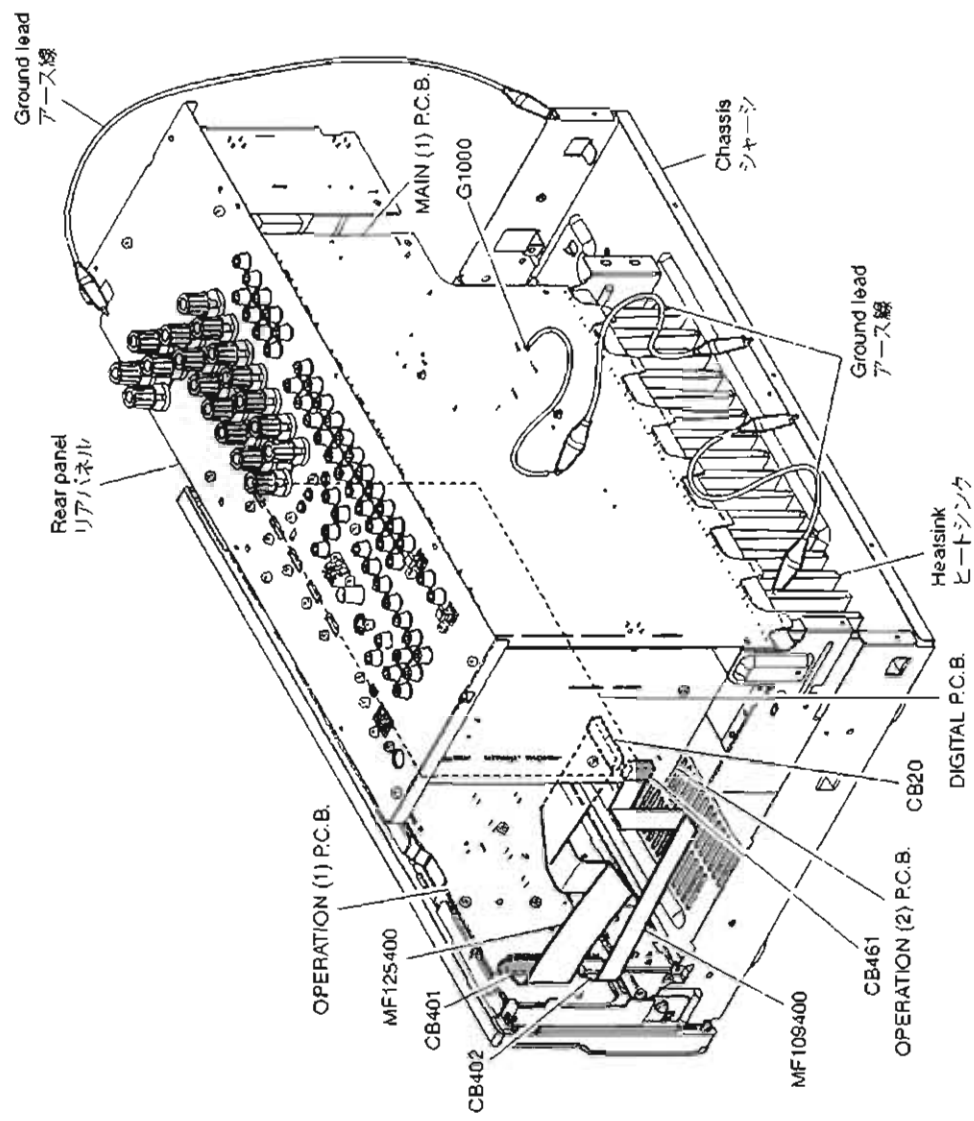

Fig. 3
- Place the P.C.B.s (with rear panel) upright. (Fig. 3)
- Connect the ground points of the heatsink, rear panel and MAIN (1) P.C.B. (G1000) to the chassis with a ground lead or the like (Fig. 3)
- リアパネルと一緒に P.C.B. を立ち上げて置きます。(Fig.3)
- ヒートシンク、リアパネル、MAIN (1) P.C.B. の G1000 のアースをリード線でシャーシに接続してください。(Fig.3)